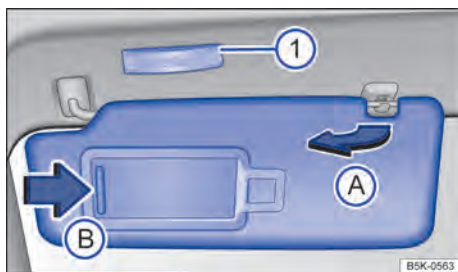

Fig. 85 Parasol.
- Retirar el parasol con cuidado del soporte sujetando la base de fijación y girar en la dirección de las puertas → fig. 85 A).
En el parasol plegado hacia abajo se encuentra un espejo de cortesía atrás de una cubierta. Al abrir la cubierta → fig. 85 B) se enciende una luz ①.